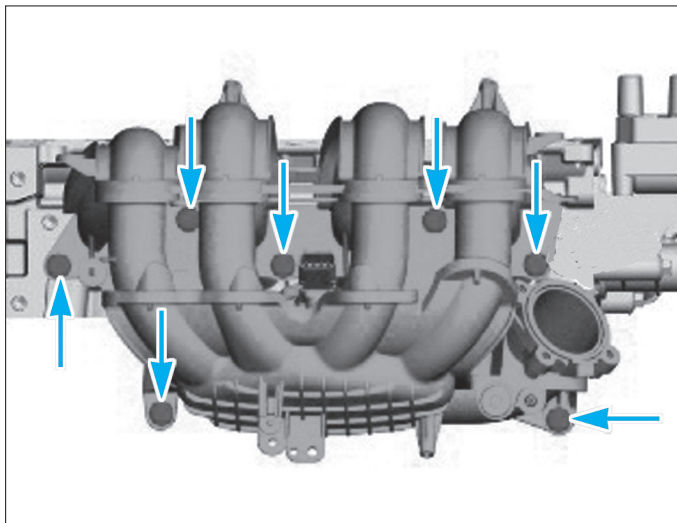

Fig. 36
- Déposer les vis du répartiteur d'admission (7 vis) (Fig.36).